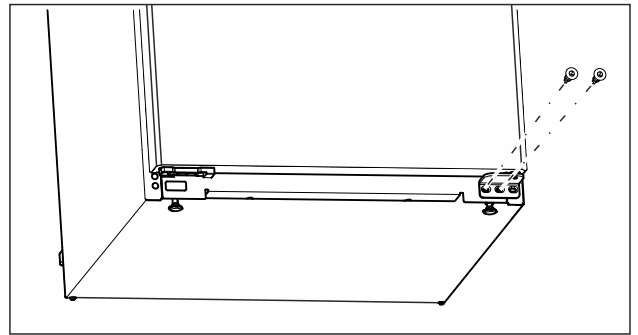

Fig. 15
- ▶ Kierrä alemmassa laakerijalustassa keskimäinen ruuvi ulos Torx 20 -ruuvimeisselillä. (katso Fig. 15)
- ▶ Kierrä alemmassa laakerijalustassa sisempi ruuvi ulos Torx 20 -ruuvimeisselillä. (katso Fig. 15)